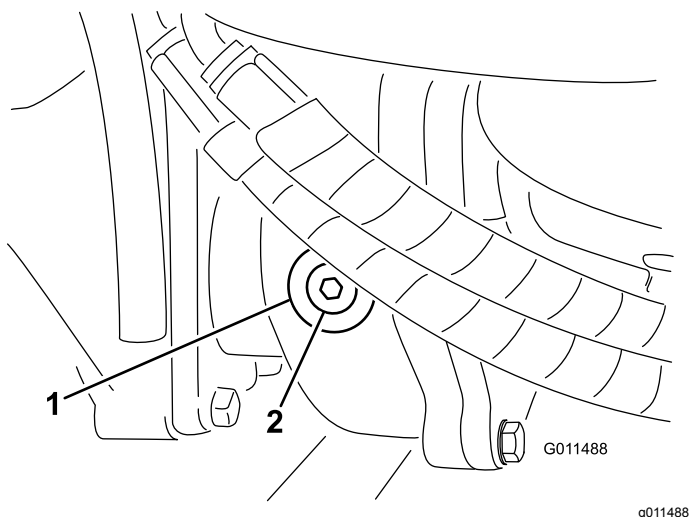

Figura 107
- Retire o tampão de verificação/enchimento que se encontra na zona esquerda da caixa de engrenagens e certifique-se de que existe lubrificante até ao fundo do orifício (Figura 107).